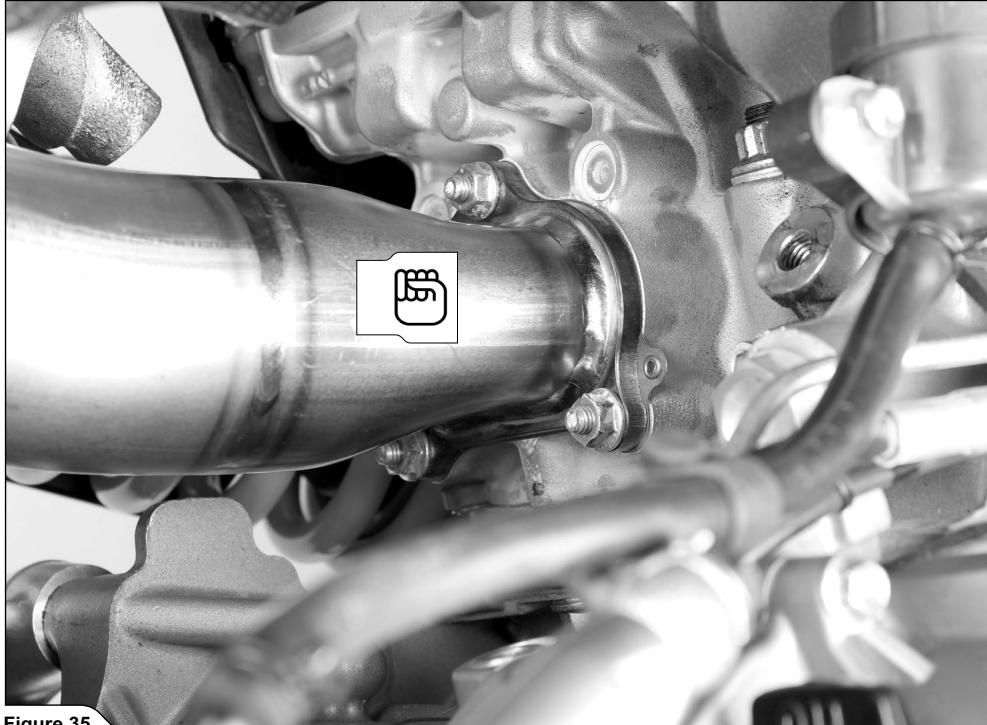

Figure 35
- Serrer à la main le collecteur arrière sur la culasse, en utilisant les écrous d'origine (Figure 35).
- Den hinteren Krümmer mit den Original-Muttern von Hand am Zylinderkopf befestigen (Figure 35).